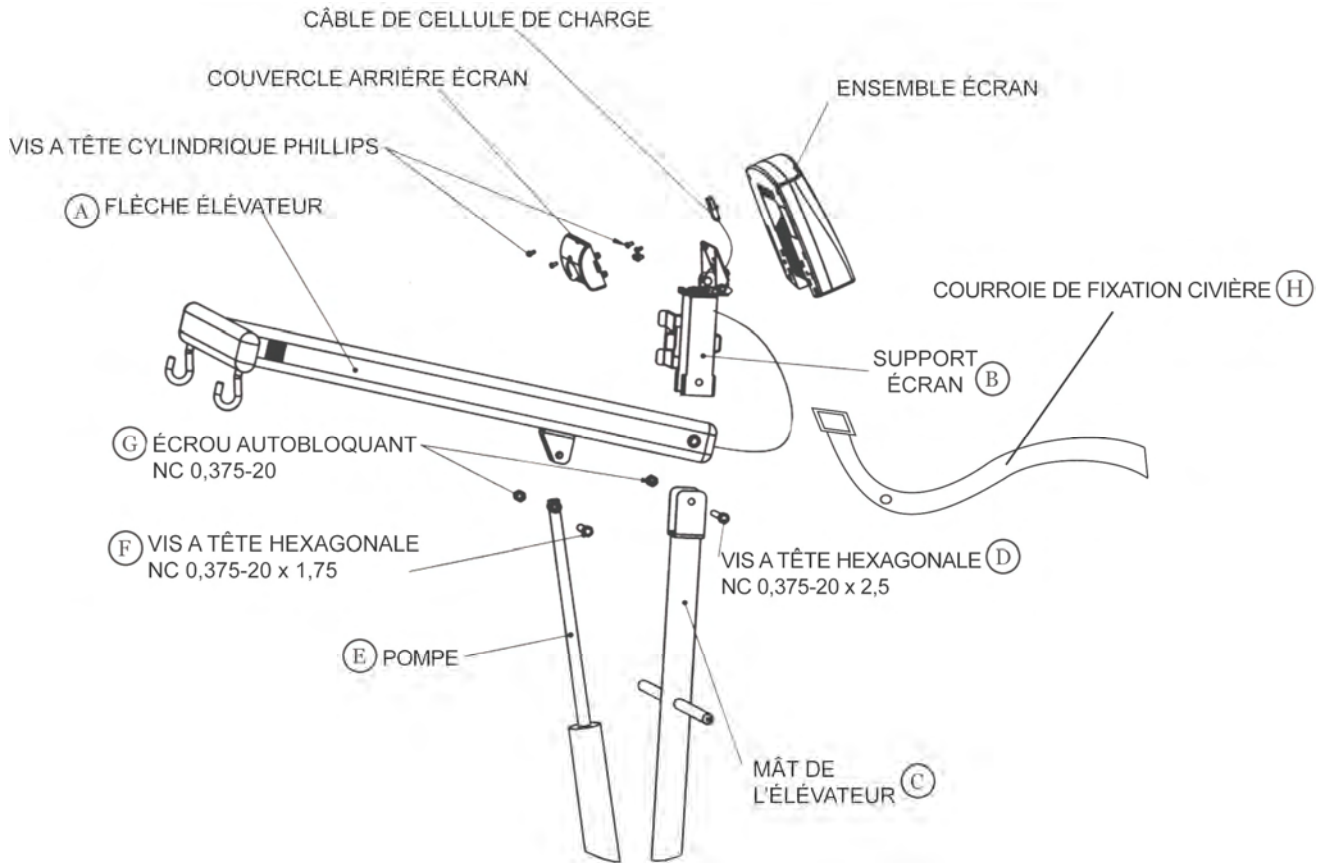

Figure 3
4. En vous référant à la Figure 3 de la page 42, reliez la Flèche de l'Élévateur (A) et le Support d'Écran (B) au Mât de l'Élévateur (C) en utilisant un boulon à tête hexagonale NC $\frac{3}{8}$ -20x2,5 po et un grand écrou autobloquant (D). Assurez-vous d'insérer le boulon à tête hexagonale NC 0,75-20x2,5 po par l'ouverture d'œillet de la Courroie de Fixation de la Civière (H) avant d'attacher le support d'écran et la flèche de l'élevateur dans le mât de l'élevateur. Note: Cette vis est sur l'axe de la Flèche de l'Élévateur, il est donc impératif que les trois pièces (Flèche, Mât et Support Écran) soient assemblées dans le bon ordre. Avec les crochets de la Flèche vers le bas, placez la Flèche de l'Élévateur (A) dans les deux côtés du Mât de l'Élévateur (C) et alignez les trous. Placez le Support Écran (B) sur le Mât de l'Élévateur (C) et la Flèche de l'Élévateur (A) et alignez les trous. Enfillez la vis à travers les trois pièces et serrez bien l'écrou autobloquant sur l'autre côté.
5. Insérez l'extrémité de la tige de la Pompe (E) dans le crochet à œillet sur la Flèche de l'Élévateur (A) et alignez les trous. Faites passer la vis 1,75 po (F) dans le crochet et le trou de la tige de la Pompe. Serrez avec un contre-écrou (G).